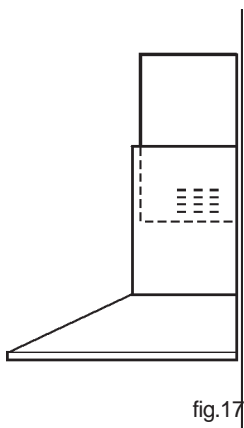

fig.17
5. Positionnez les cheminées assemblées sur la hotte. Faites particulièrement attention lors de la manipulation des cheminées télescopiques (surtout au moment de les appuyer sur le corps de la hotte) de ne pas les rayer. Celles-ci doivent être installées de telle sorte à ce que les grilles d'aération situées sur la cheminée supérieure se placent en position basse (fig. 17).